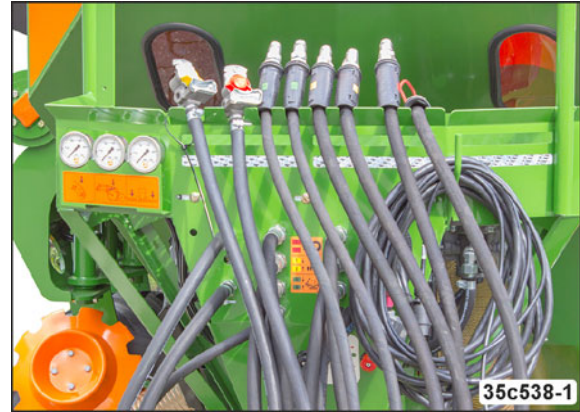

Fig. 155
14. Déposer les conduites d'alimentation dans le bloc de flexibles (Fig. 155).